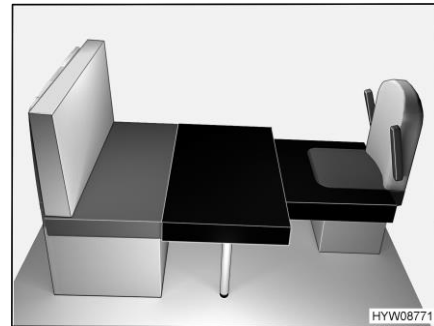

Fig. 73 Dopo la trasformazione
- Posare il cuscino aggiuntivo grande sul piano del tavolo (Fig. 73).
- Posare il cuscino aggiuntivo piccolo sul sedile del conducente (Fig. 73).